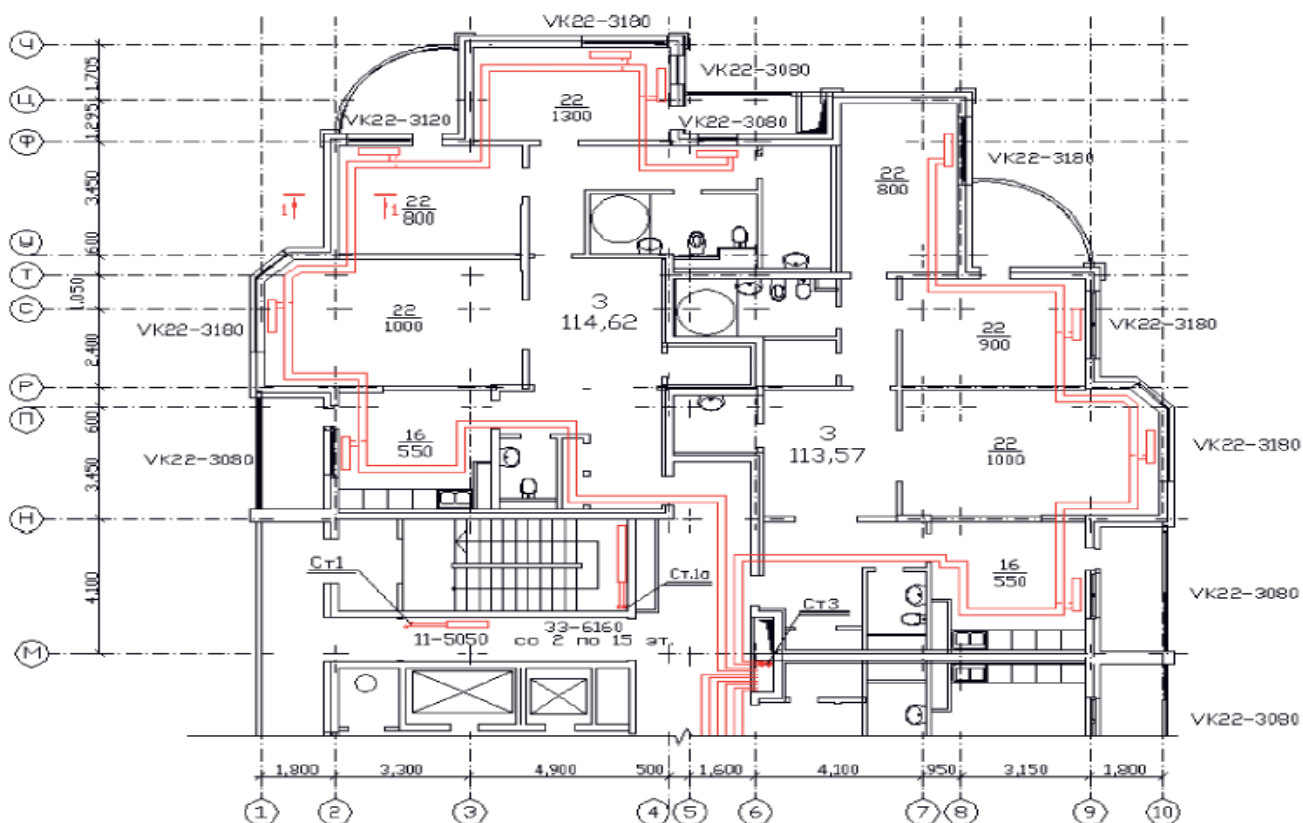

Рисунок 5 - Расстановка отопительных приборов.
1. На плане этажей в обязательном порядке должны быть расставлены отопительные приборы. (см. рисунок 5).